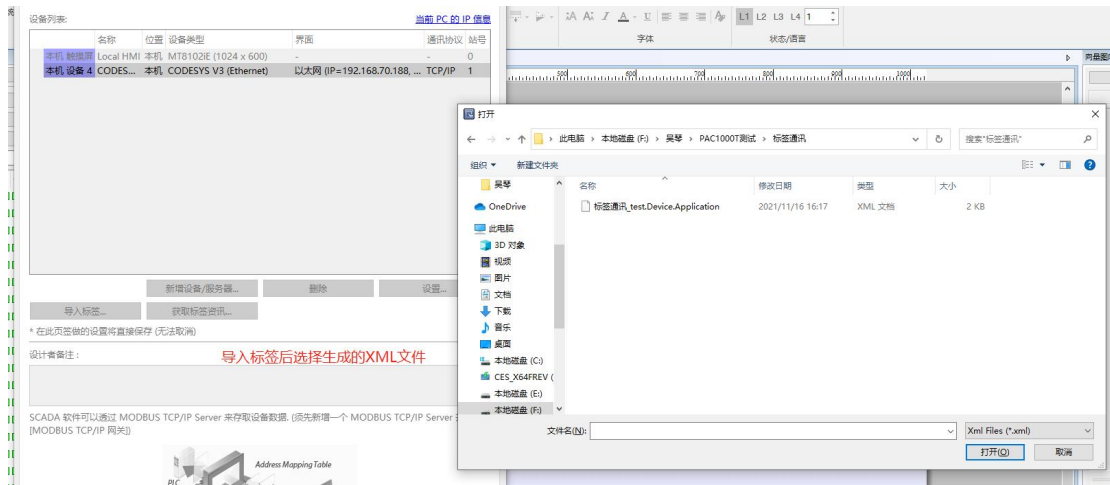

图 13.50 选择 XML 文件
9) 选择刚才 PLC 编译生成代码时，生成的 XML 文档，如图 13.50 所示。